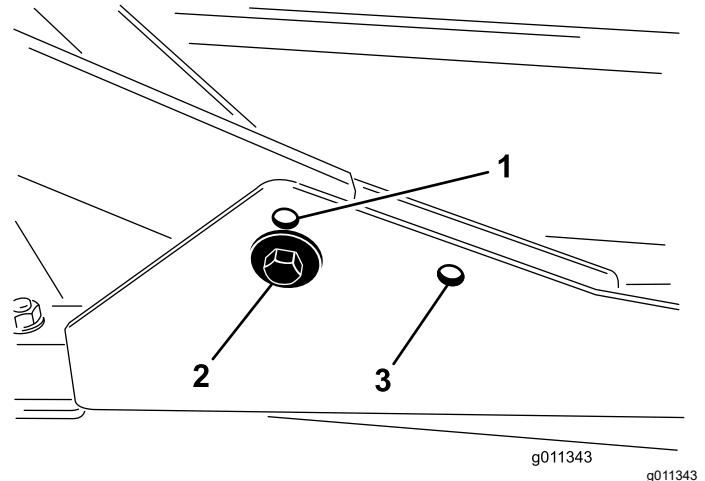

Figura 16
1. Per altezze di taglio comprese tra 2 e 7,6 cm, montate i telai portanti anteriori nei fori di montaggio anteriori inferiori (Figura 16).
2. Per altezze di taglio comprese tra 6,3 e 10 cm, montate i telai portanti anteriori nei fori di montaggio anteriori superiori (Figura 16).
Per tutte le altezze di taglio, montate il piatto di taglio posteriore nei fori di montaggio posteriori (Figura 16).